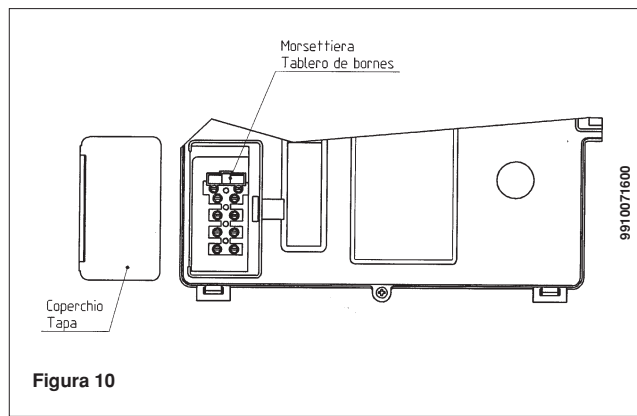

Figura 10
- hacer girar el panel mandos; eliminar la tapa y acceder a la zona de conexiones eléctricas (figura 10).